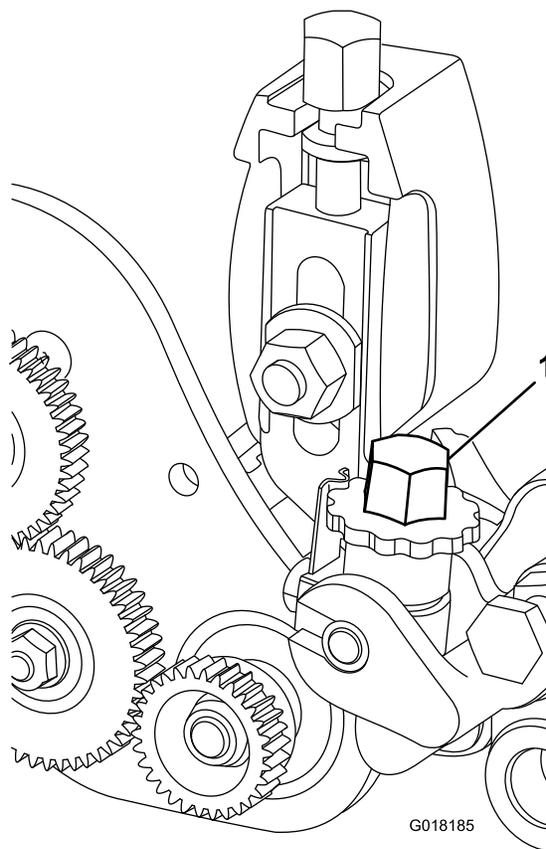

Figura 21
6. Rode o manípulo de ajuste da altura do rastelo (Figura 21), para levantar ou baixar a ponta até à altura de aparo desejada.